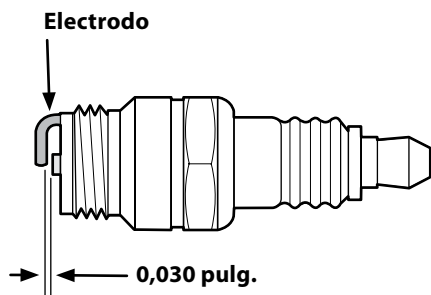

Figura 6-4
3. Mida la separación de bujía con un calibrador. Corrija de ser necesario torciendo el electrodo lateral. Vea la Figura 6-4. La separación debe establecerse en 0,030 pulg.